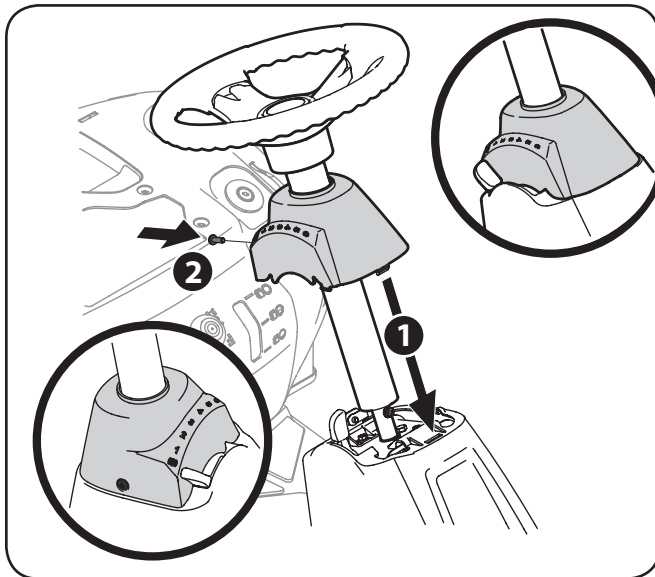

Figura 3-3
7. Deslice la tapa del Pedestal hacia el tractor (1) y gire ligeramente a la derecha para el clip en su lugar. Fije el pedestal con el tornillo (2) retirado. Vea la Figura 3-3.